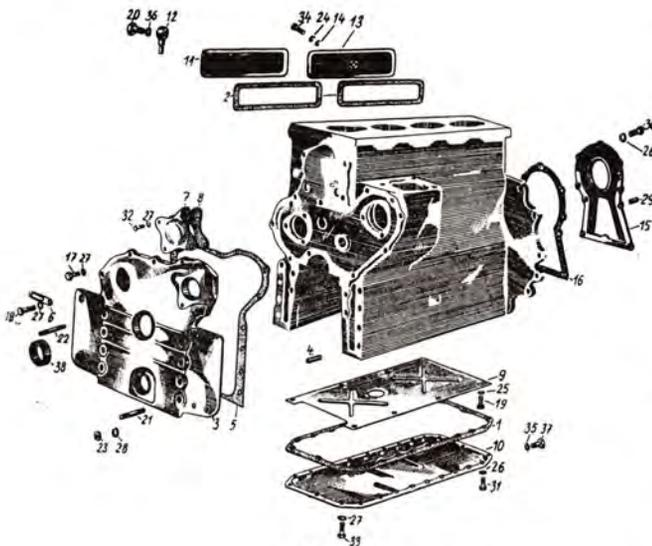
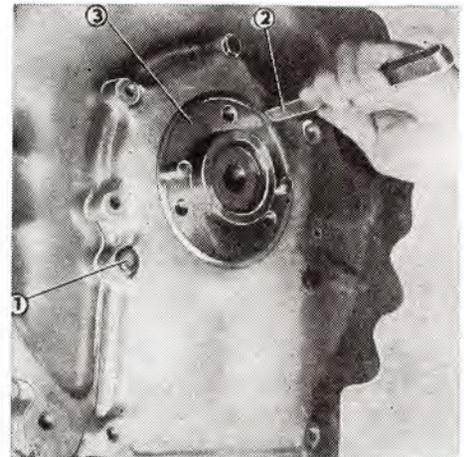

Abb. 50
Abb. 51
3. Fünf Schrauben M 10 (Abb. 50/17), die Schraube der Lichtmaschinenstrebe (Abb. 50/18) und acht Muttern M 16 sind auszuschrauben.
4. Der Vorderdeckel (Abb. 50/3) ist von den zwei Zentrierstiften (Abb. 50/4) abziehen.
4. Sieben Schrauben M 8 (Abb. 51/1) sind auszuschrauben und der Deckel (Abb. 50/15) von den Zentrierstiften (Abb. 50/29) abziehen.
Anmerkung: Nach Aufmontierung des rückwärtigen Deckels ist mittels Spaltlehre (Abb. 51/2) zu überprüfen, ob das Spiel zwischen dem rückwärtigen Öl-abstreifring (Abb. 51/3) der Kurbelwelle und der Öffnung im rückwärtigen Deckel, in welchem sich der Abstreifring dreht, am ganzen Umfang gleich gross ist.
- Die Schraube M 10 (Abb. 50/34) am linken Seitendeckel des Kurbelkastens ist auszuschrauben und der Deckel abzunehmen. Die Hohlschraube (Abb. 50/20) des Ölrohres des rechten Seitendeckels ist abzuschrauben und der Deckel abzunehmen.